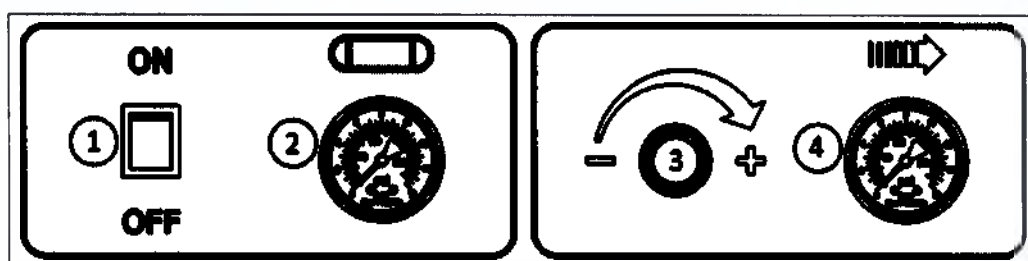

Рисунок 3 - Панель управления
Включите компрессор выключателем 1 (рис. 3). на панели управления. Для этого необходимо переключить выключатель в положение "ON". Включенное состояние сигнализируется подсветкой выключателя 1 (рис. 3).
- Выключить компрессор выключателем **1** на панели управления (рис. 3). Для этого необходимо переключить выключатель в положение **OFF**. После этого остановится двигатель и произойдет сброс давления из нагнетательного воздухопровода и поршневого блока.
8.3.1 Настройка давления сжатого воздуха осуществляется регулятором давления **3** следующим образом (рис. 3):
- Переключите выключатель **1** на панели управления (рис. 3) в положение "OFF".